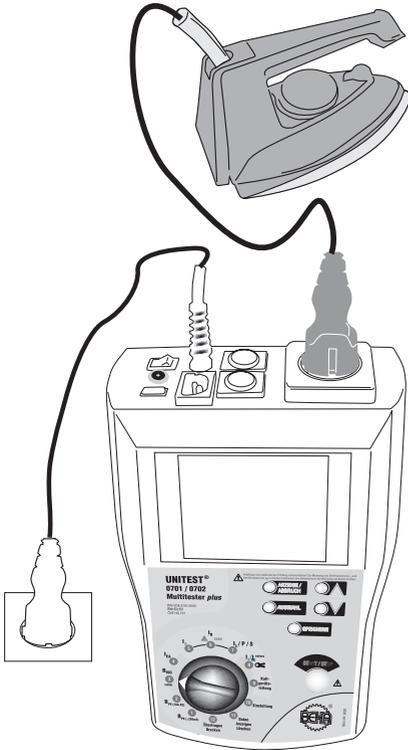

Bild 6.4: Messung des Isolationswiderstandes bei Geräten der Schutzklasse I
- ▶ Drücken Sie die Taste "AUSWAHL" (11), die Messzeitanzeige (25) blinkt.
- ▶ Stecken Sie den Netzstecker des Prüflings in die Prüf-/Netzsteckdose (4), siehe Bild 6.4 oder 6.5.